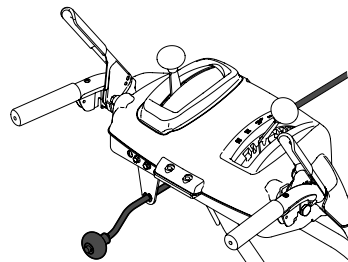

Figure 10
4. Insérez la tige de commande dans le support à l'arrière du tableau de commande. Voir (Figure 10).